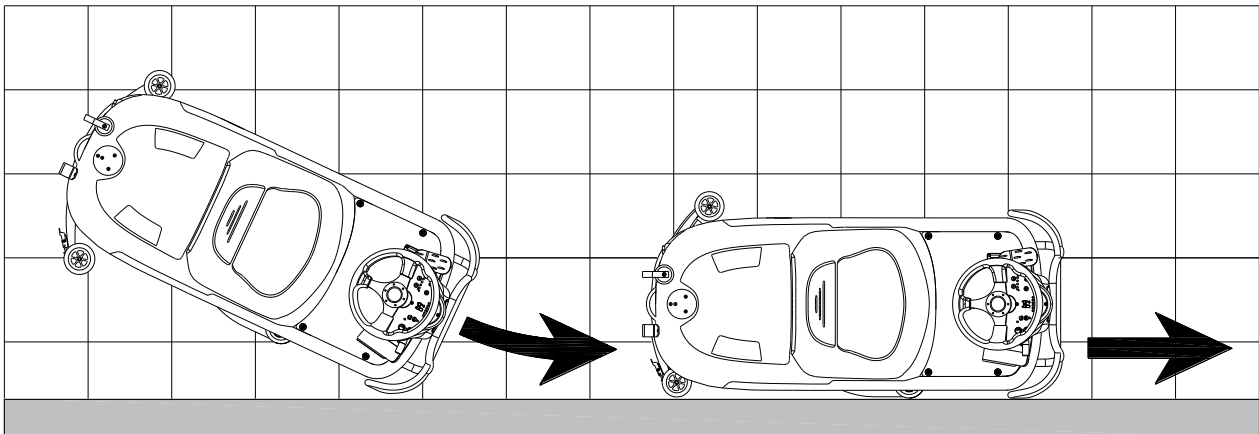
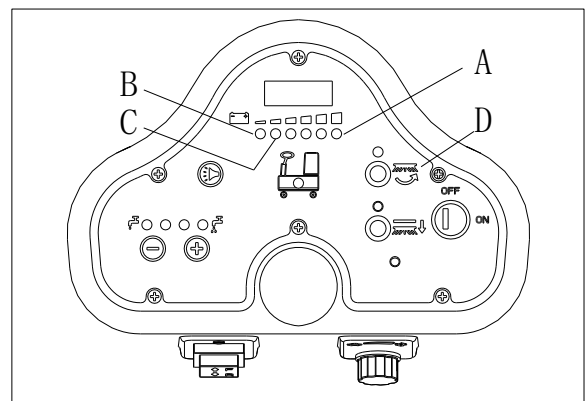

Abbildung 11
Abbildung 12
Für ein korrektes Scheuern/Trocknen des Flurs an den Seitenwänden, empfehlen wir, dass Sie sich mit der rechten Seite (Abweisrollenseite) der Maschine der Wand, wie in Abbildung 11 unten angezeigt, nähern.
Wenn das grüne Licht (A, Abbildung 12) leuchtet, haben die Batterien genügend Ladung, damit die Maschine normal arbeitet, wenn alle grünen Lichter ausgeschaltet sind und das gelbe Licht (C, Abbildung 12) leuchtet, sind die Batterien zu schwach, laden Sie bitte die Batterien wenn das rote Licht (B, Abbildung 12) blinkt, die Batterien sind leer, nach einer Verzögerung von wenigen Sekunden schalten sich der Vakuummotor und der Bürstenmotor automatisch ab, fahren Sie bitte die Maschine sofort zum Aufladen.
Wenn das Vakuumsystem versehentlich abgeschaltet wird (z.B., wenn der Schwimmer wegen einer plötzlichen Bewegung der Maschine aktiviert wird), gehen Sie zur Wiederaufnahme des Betriebs wie folgt vor: Schalten Sie das Vakuumsystem durch Drücken des Schalters (D, Abbildung 12) aus, öffnen Sie dann die Abdeckung (A, Abbildung 11) und prüfen Sie, ob der Schwimmer im Inneren des Gitters (B) sich auf Wasserhöhe befindet. Dann schließen Sie die Abdeckung (A) und schalten Sie das Vakuumsystem durch Drücken des Schalters (D, Abbildung 12) ein.
2. Heben Sie das Deck des Bürsten-/Pad-Halters (H, Abbildung 12) an, durch Betätigen des Pedals (G).
3. Heben Sie den Abziehgummi mit dem Hebel (H) an.
5. Entleeren Sie den Schmutzwassertank mit dem Schlauch (D). Spülen Sie dann den Tank mit sauberem Wasser aus.